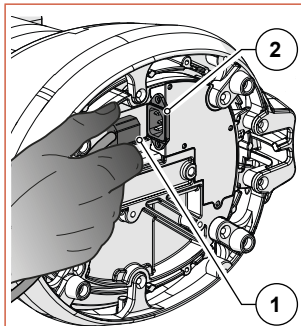

Abb. 6
- Die Steckdose des Speisekabels (Abb. 6 Bestandteil 1) mit dem IEC-Verbinder an der Unterseite des Geräts verbinden (Abb. 6 Bestandteil 2);